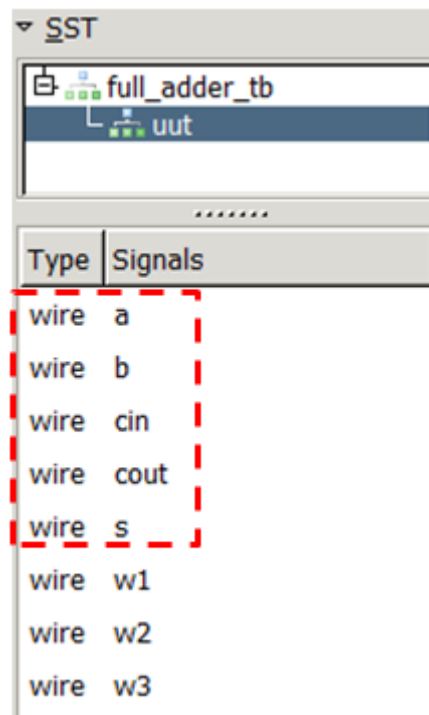

Figura 3 – Selecionando as entradas e saídas do gtkwave.
- No gtkwave, selecione as entradas e saídas, como mostra a Figura 3, clique com o botão direito > Recurse Import > Append;